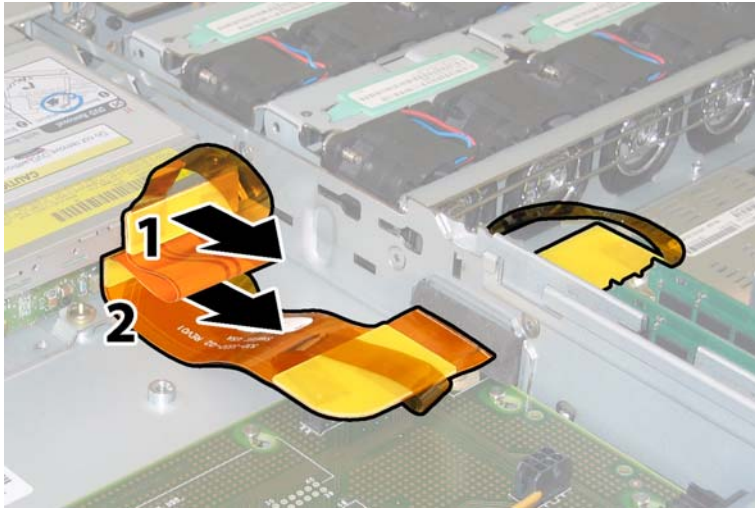

図 3-36 DVD ドライブおよび HDD バックプレーンからのフレックスケーブルの取り外し
10. フレックスケーブルのコネクタを、DVD-ROM ドライブと HDD バックプレーンの背面から引き抜きます。図 3-36 を参照してください。